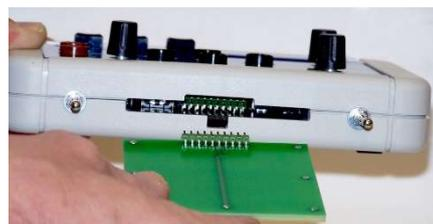

Fig. 5: Enchufe de la placa de circuito impreso
- Se desliza la placa de circuito impreso en el alojamiento del aparato base hasta que las espigas de contacto queden insertadas en el casquillo múltiple; se debe tener en cuenta la orientación correcta de la placa de circuito impreso (ver Fig. 5).